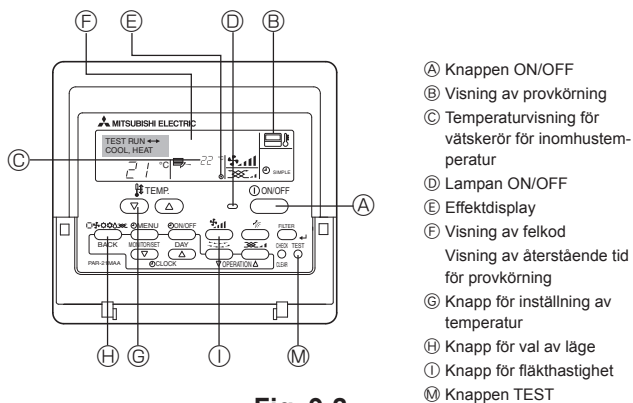

Fig. 9-2
9.2.2. Ledningsdragen fjärrkontroll (Fig. 9-2)